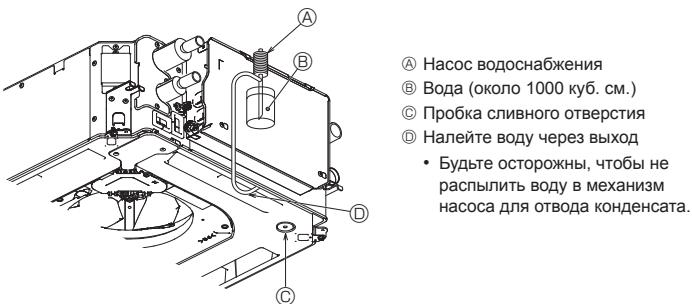

Fig. 7-10
- Направьте пульт дистанционного управления в сторону приемника внутреннего блока во время выполнения шагов ③ — ⑧.
7.4. Проверка дренажа (Fig. 7-10)